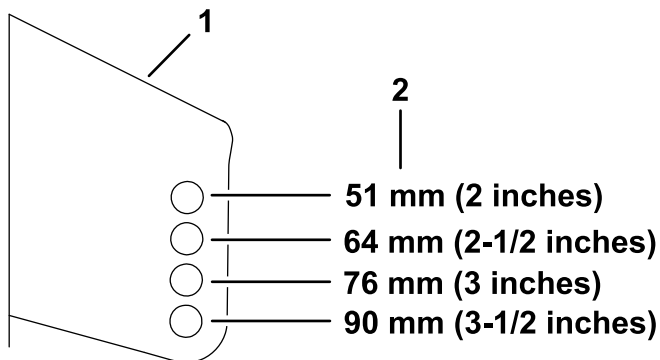

Figure 29
5. Placez les galets dans l'une des positions indiquées à la Figure 29.